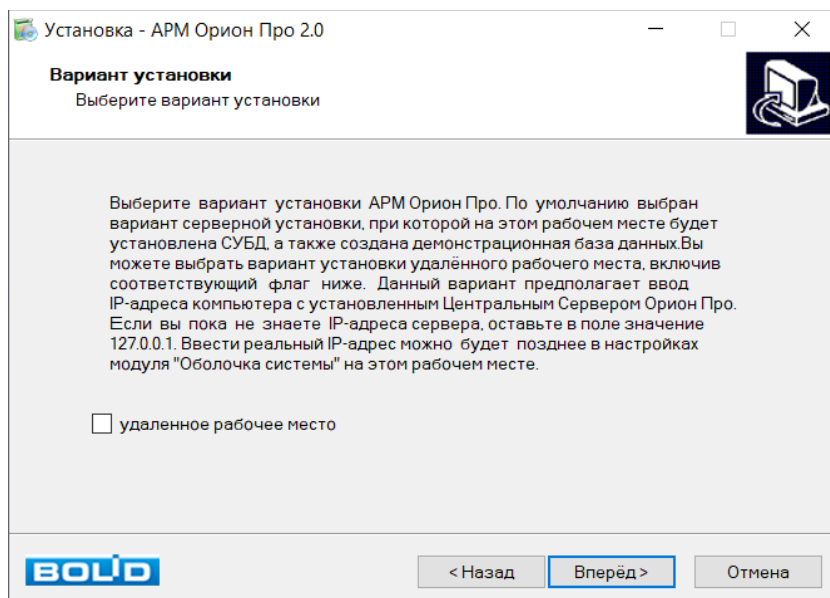
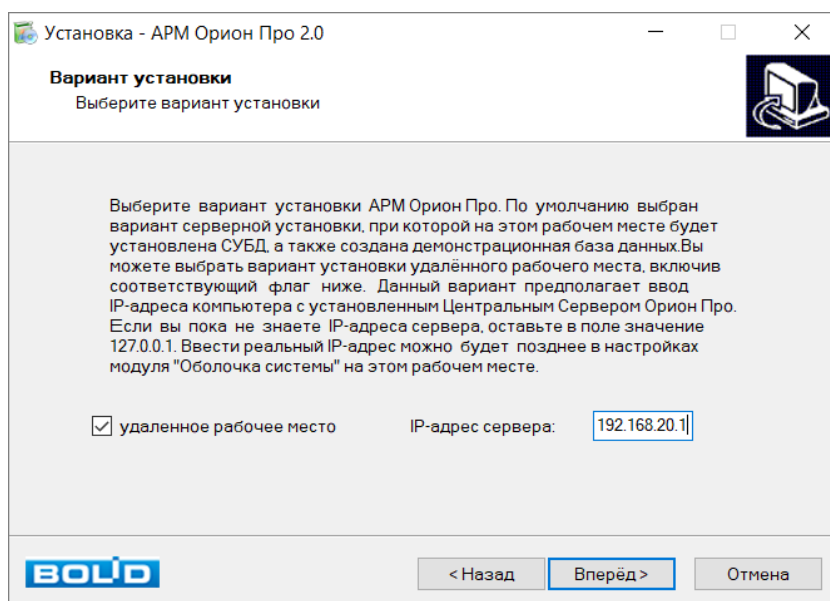

Рисунок 2-28 Страница выбора варианта установки
Рисунок 2-29 Определение IP-адреса ЦСО для УРМ
- 7) На новой странице Мастера установки ПО (см. Рисунок 2-28), если установка ПО осуществляется не на тот ПК, где будет работать ЦСО, установите флаг «удаленное рабочее место», после чего в появившемся поле «IP-адрес сервера» задайте IP-адрес ПК, где установлен ЦСО (см. Рисунок 2-29). Это значение может быть задано уже после установки ПО – в Оболочке (см. п. 5.1.1.1) или в файле orion.ini. Для продолжения нажмите кнопку «Вперёд»;